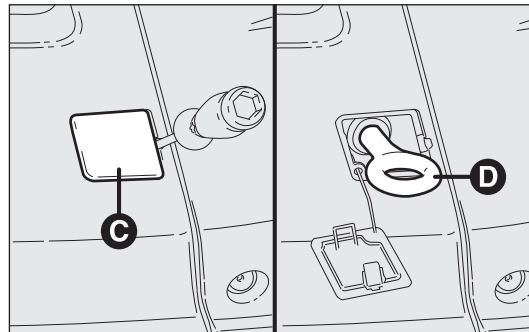

fig. 214
- Ta ut den medlevererade skruvmejseln ur verktyglådan och bänd vid den markerade punkten för att lyfta upp pluggen C-fig. 214.
- Ta ut bogsringen D ur verktygsväskan och skruva fast den på den gängade tappen fig. 214.